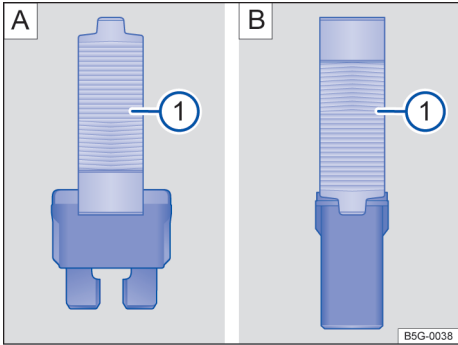

Fig. 145 Retirar ou colocar o fusível com a pinça de plástico: A) fusível plano, B) fusível de bloqueio.
- Se necessário, retirar a pinça de plástico → Fig. 145 ⓘ da cobertura da caixa de fusíveis.
- De acordo com a versão do fusível, colocar as garras adequadas do alicate plástico → Fig. 145 A) ⓘ ou → Fig. 145 B) ⓘ lateralmente no fusível.